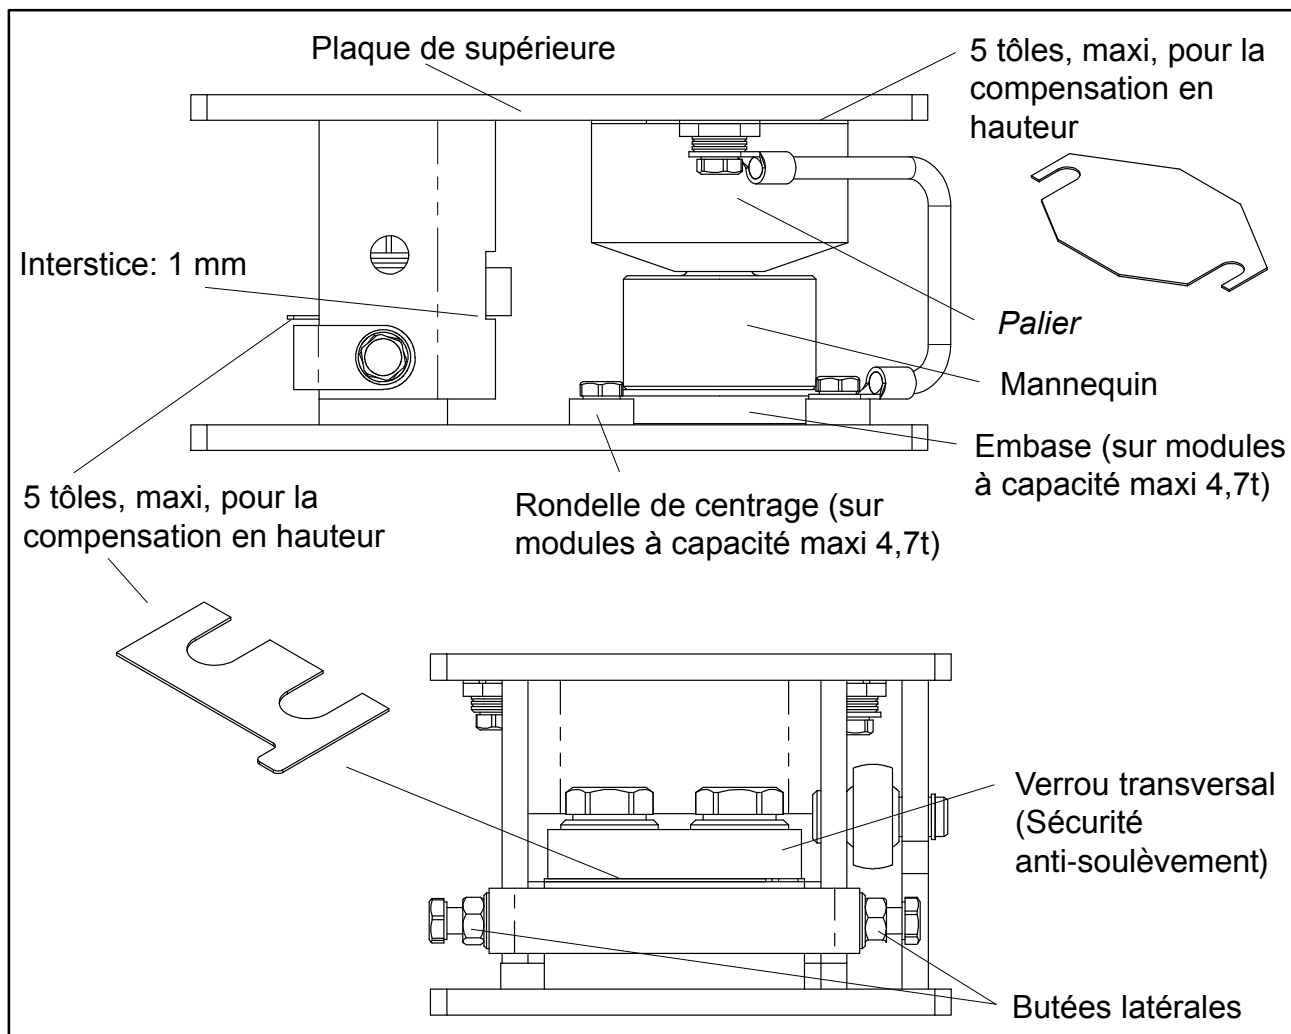

Fig. 12.1: Montage des tôles de compensation avec la version 4,7 t
Montage de pesons de capacité maxi jusqu'à 4,7 t (voir Fig. 12.1):
- Remettre la sécurité anti-soulèvement en place et l'ajuster en intercalant des tôles afin qu'un jeu d'environ 1 mm se produit (voir Fig. 12.1) à réservoir vide.